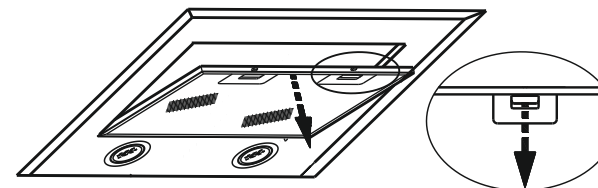

РИС. 4
- перед установкой зонта снимите алюминиевый фильтр (фильтры), для этого нажмите на пружинный замок на фильтре и потяните его вниз и на себя (рис. 4);
- перед установкой зонта снимите алюминиевые фильтры, для этого нажмите на пружинный замок на фильтре и потяните фильтр вниз и на себя (рис. 4);